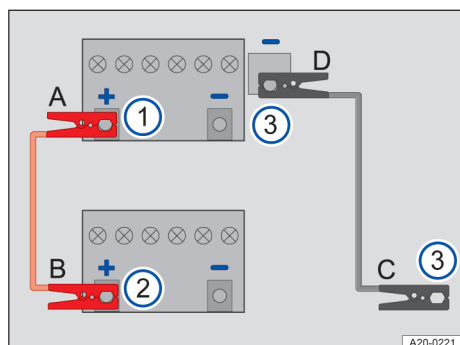

Fig. 186 Schema conectării cablului pentru pornire asistată.
Conectați bornele cablului pentru pornirea asistată doar în succesiunea **A – B – C – D** → fig. 186.
2. Detașați capacul bornei plus a bateriei de 12 V a autovehiculului → fig. 186 ① → ⚠.
+ a autovehiculului furnizor de curent → fig. 186 ②.
5. Conectați un capăt al cablului *negru* **C** pentru pornirea asistată, de preferat la un punct adecvat de conexiune pentru pornirea asistată (conexiune de masă), sau la o piesă din metal masiv, fixată prin înșurubare pe motor, sau direct pe blocul motor al autovehiculului care furnizează curent → fig. 186 ③.
6. Conectați celălalt capăt al cablului *negru* **D** pentru pornire asistată la bateria de 12 V descărcată a autovehiculului, de preferință la punctul de cuplare pentru pornirea asistată (conexiune la masă), în caz contrar, la o piesă din metal masiv, înșurubată strâns pe blocul motor sau chiar la blocul motor în sine → fig. 186 ③ → ⚠.
3. Având motorul pornit, deconectați bornele cablului pentru pornirea asistată numai în succesiunea **D – C – B – A** → fig. 186.